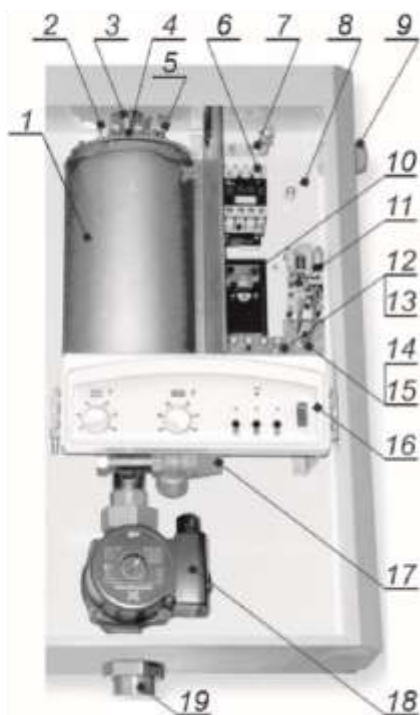

Рис. 1
5.1. Основные части отопителя (рис. 1):
- теплообменник (1) (бак);
- элементы силовой коммутации – симисторы (10) и контактор (6);
- предохранительный клапан (17);
- циркуляционный насос (18).